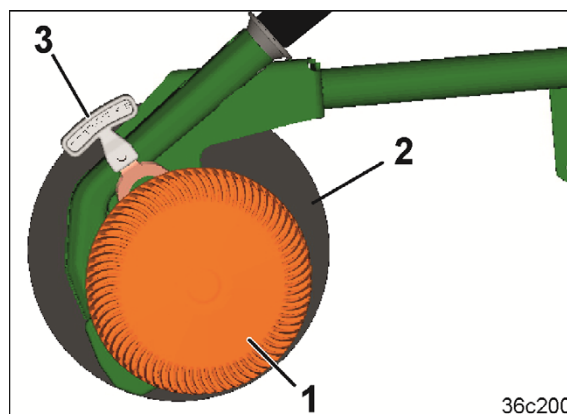

Fig. 55
Le soc RoTeC Control (Fig. 55) permet la localisation de la semence sur les sols labourés et mulchés, même en cas de grande quantité de paille et de résidus de plantes.
Le disque semeur plat (Fig. 55/1) et le disque de nettoyage (voir ci-dessous) servent
- pour nettoyer le dos du disque en acier (Fig. 55/2).
Pour limiter la profondeur d'implantation de la semence, les disques semeurs possèdent 3 réglages. La poignée (Fig. 55/3) permet l'actionnement.
Le disque semeur plat (Fig. 55/1) permet un semis plat même avec une pression des socs accrue sur des sols très légers.